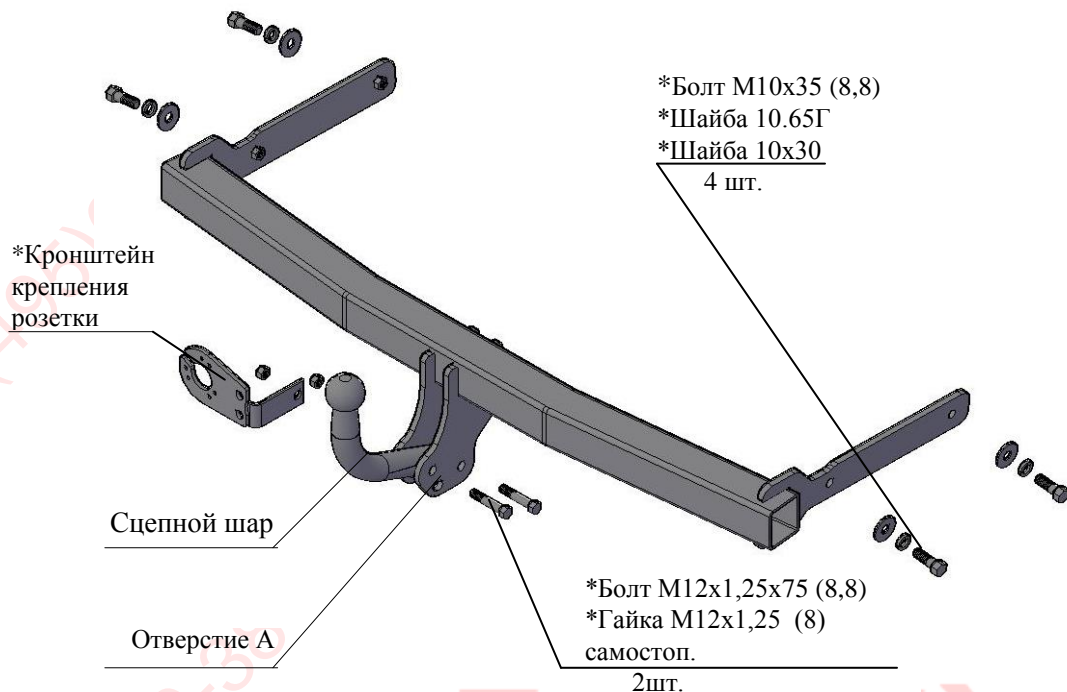

Рис.1 Тягово-сцепное устройство ТСУ 9712.
2.1 ТСУ 9712 в сборе (рис.1)	1 шт.
2.2 Пакет с комплектующими (см. рис.1)	1 шт.